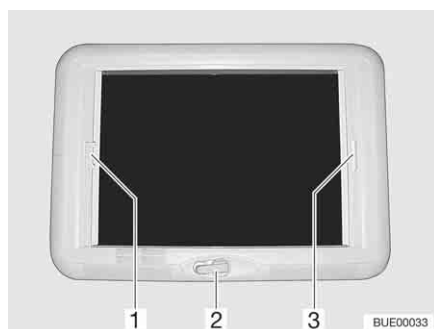

Bild 92 Vevmanövrerad taklucka
- Vrid på handveven (Bild 92,2) tills ett motstånd känns.
- Drag i plisségardinens handtag (Bild 92,3) och släpp i önskad position. Plisségardinen stannar i denna position.
- Drag, med handtaget (Bild 92,1), insektskyddet till plisségardinens handtag (Bild 92,3) på den motsatta sidan, där det hakas i.
- Tryck insektskyddets handtag (Bild 92,1) bakåt, uppåt och haka av insektskyddet från plisségardinen (Bild 92,3).